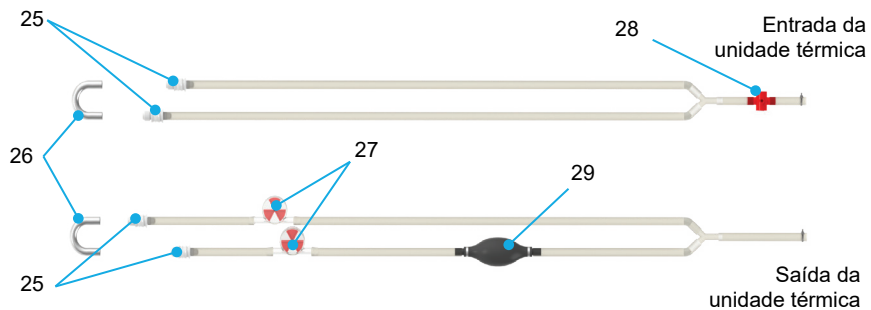

Figura 7 Tubulação térmica
A unidade térmica mantém a temperatura da solução de perfusão circulada utilizando elementos Peltier. Dependendo da temperatura definida, esses elementos arrefecem ou aquecem o circuito interno de água através de efeito termoelétrico. Para transferir a temperatura do circuito interno de água para a solução de perfusão, a unidade térmica é conectada por meio de tubulação de silicone às portas do trocador de calor de ambos os oxigenadores, consulte a Figura 7 e a Figura 15. A porta de saída da unidade térmica está conectada à porta de “entrada de água” do trocador de calor e a porta de entrada da unidade térmica está conectada à porta de “saída de água” do trocador de calor.
- Posicione a tubulação térmica (Figura 7) com o conector da tubulação de água (item 26) o mais baixo possível. Certifique-se de que, durante o enchimento e o esvaziamento de ar (seção 2.3.1), as entradas e saídas da unidade térmica (Figura 7, itens 21 e 22) estejam no ponto mais alto, de modo que as bolhas de ar se movam em direção à unidade térmica.
- Aperte repetidamente o balão de eliminação de ar (Figura 7, item 29) para expulsar o máximo de ar possível da tubulação térmica do lado HA.